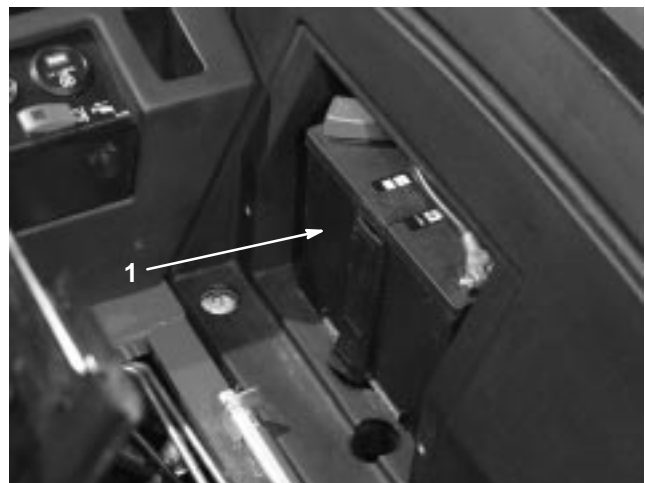

Figure 72
3. Enlevez les bouchons de remplissage de la batterie (Fig. 72) et versez de l'électrolyte, avec précaution, dans chaque élément jusqu'au-dessus des plaques.